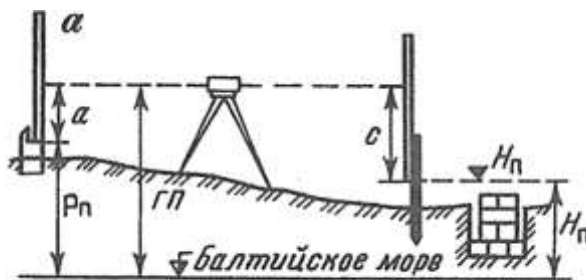

Рис. 1. Схема разбивки и контрольных высот фундамента
5. Выставьте проектную высоту верха фундамента на обноске (рис. 1), если высота репера  $P_n = 16,377$ , отсчет по рейке  $a = 0421$ , проектная высота фундамента  $H_n = 15,723$ .